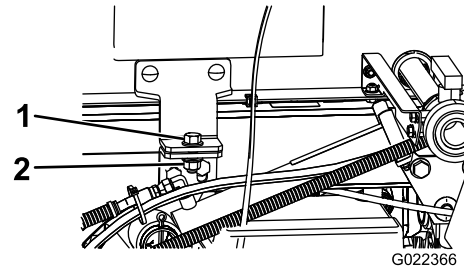

Figura 82
5. Retire los pernos de seguridad de la parte delantera del patín (Figura 82).